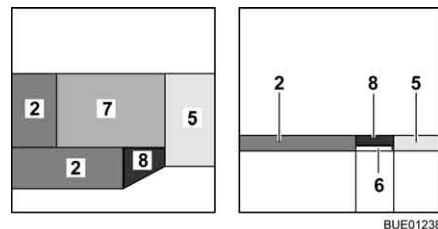

Fig. 96 Après la transformation
- Placer le coussin supplémentaire (Fig. 96,7) sur la table.
- Placer le coussin supplémentaire (Fig. 96,8) sur la rallonge latérale de lit.